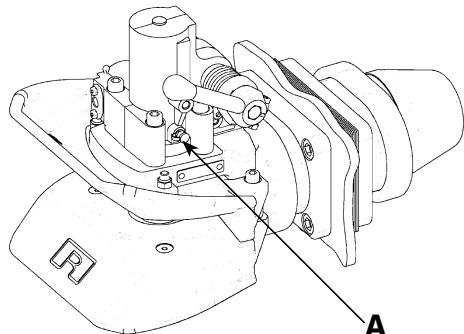

Abb. 5
- Automatikeinheit über Schmierstelle (A) bei geöffneter Kupplung fetten (s. Abb. 5).